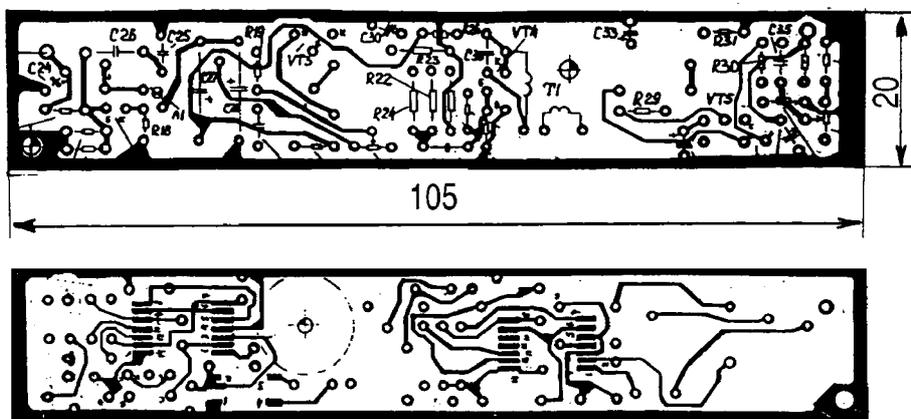

рис. 4
**Конструкция.** Монтаж ВЧ-модуля выполнен на основе печатной платы, чертеж которой показан на **рис.3**. Преобразователь DC-DC также выполнен на печатной плате (**рис.4**). При этом возможны два варианта: первый, когда платы рис.3 и рис.4 выполнены в виде различных узлов, и второй, когда эти же платы объединены в один узел (габаритные размеры плат специально выбраны с учетом подобной возможности). Окончательный выбор остается за радиолюбителем.